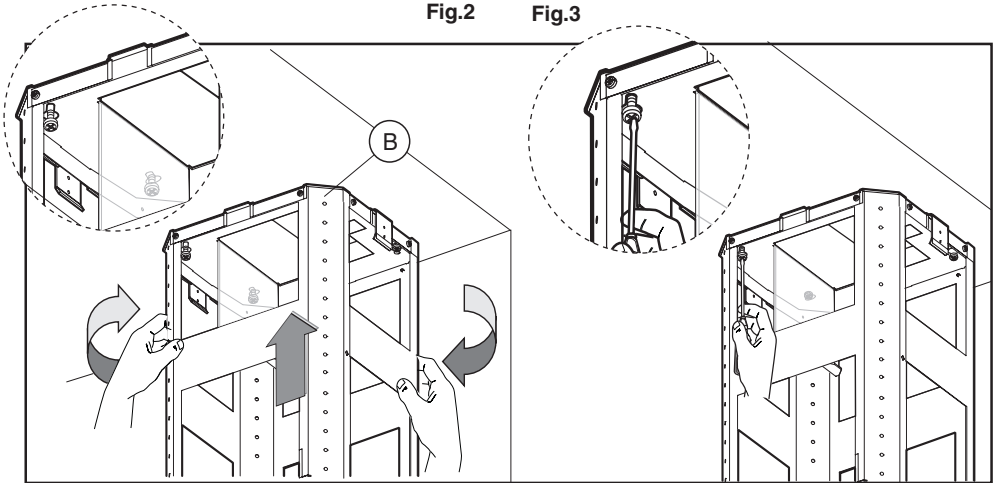

Fig.4
- Prendre la partie supérieure de la structure **B** (fig.4) et l'insérer sur les 3 vis pas vissées complètement correspondant avec les 3 orifices fendus.
Faire une petite rotation pour l'encastrement (fig.4).